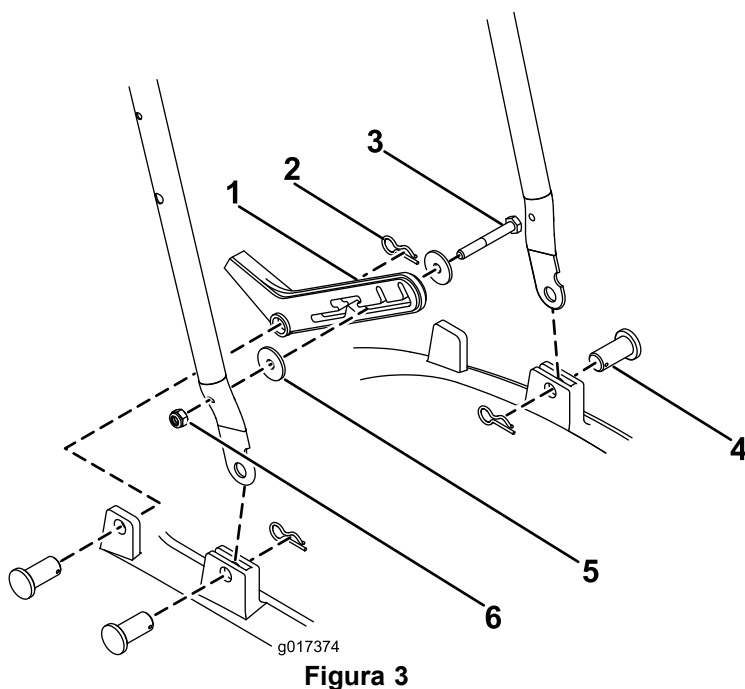

Figura 3
1. Fate scorrere la maniglia inferiore nel telaio (Figura 3).
2. Fissate ogni lato con un perno di fissaggio e una coppiglia (Figura 3).
3. Fissate l'arresto a pedale al lato destro della maniglia inferiore con un dado M6, un bullone M6 e 2 rondelle (Figura 3).
4. Fissate l'arresto a pedale al telaio con un perno di fissaggio e una coppiglia (Figura 3).